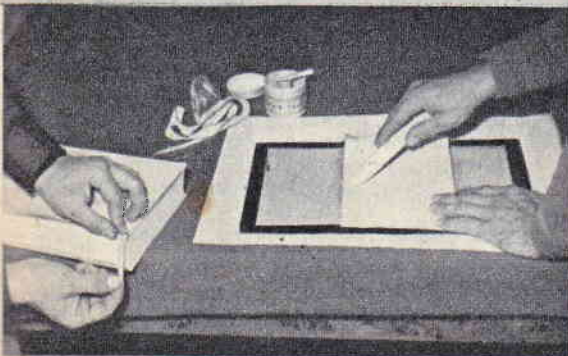

Fig. 17
**Fig. 17 - Ad ogni estremità del dorso va applicato il «capitello» (vedi foto), consistente in un piccolo tratto di una particolare fettuccia che troverete nelle cartolerie.**
sul dorso interno della copertina stessa un foglio di carta bianca (vedi fig. 17).